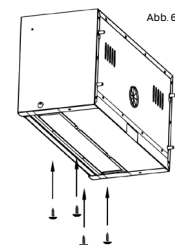

Abb. 6
- Befestigen Sie die LED-Panelen mit den vier mitgelieferten selbstschneidenden Schrauben DIN7981 3,5 x 9,5 (Abb. 6).